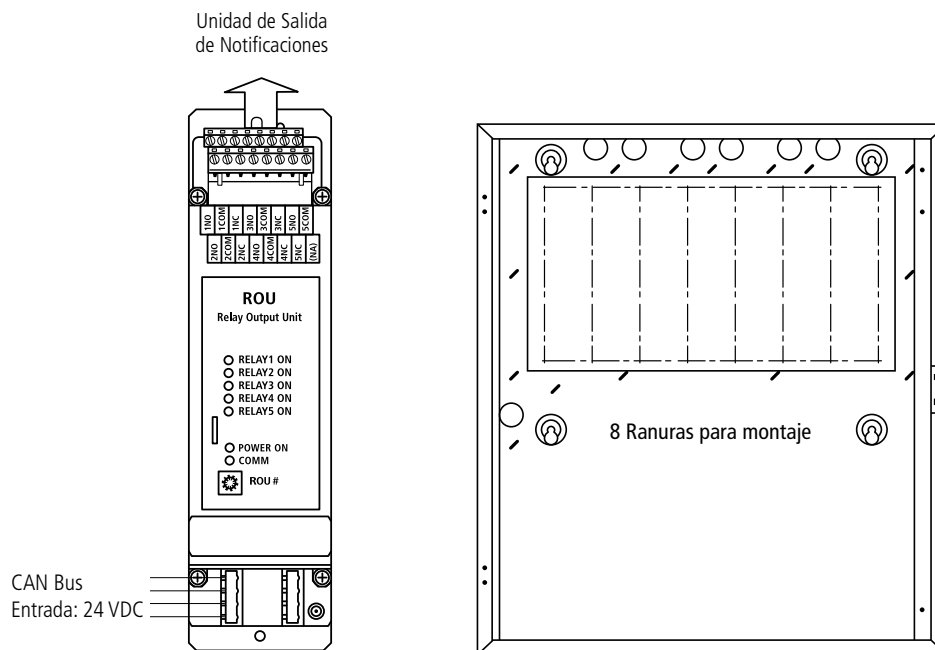

Figura 1
- 2) Monte la ROU FW347 en la caja posterior del FACP FW106 utilizando dos tornillos #4-40 suministrados, véase la Figura 1. Hay 8 ranuras idénticas para la instalación en la caja posterior. Son compartidas por el FW337 NOU, el FW347 ROU, el FW357 XNU, (ver figura 1)